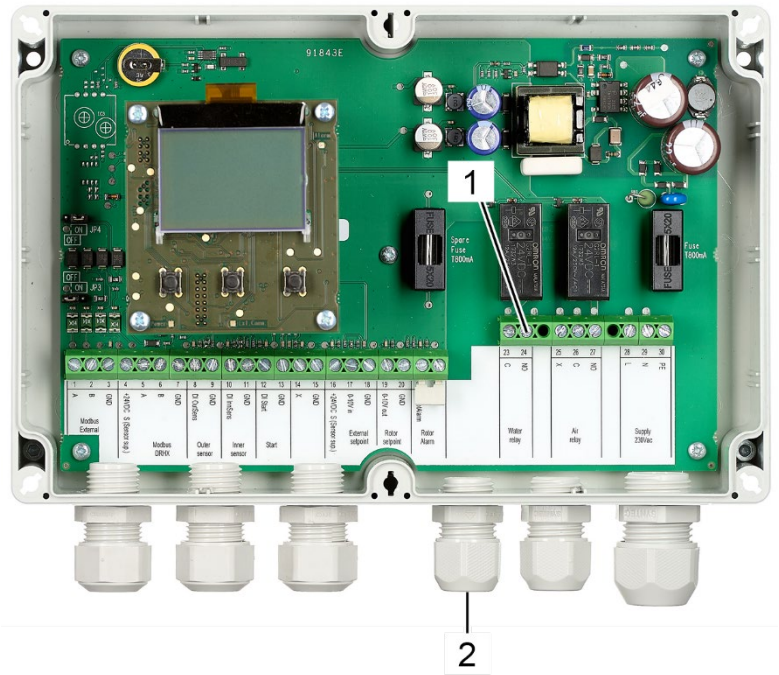

Abbildung 90: Terminals Wasserrelais
24. Führen Sie die Kabel des Wasserrelais (Stromversorgungsleitung und Nullleiter) durch die Kabelbuchse (Abbildung 90/2).
25. Schließen Sie das Stromversorgungskabel des Wasserrelais an Terminal 24 (Abbildung 90/1, NO) an.